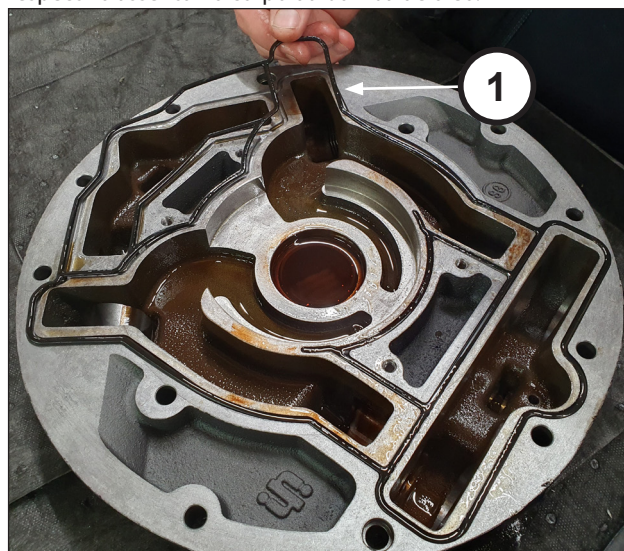

Fig. 92
Insira o vedante O-ring moldado (pos. ①, Fig. 92) no seu respectivo assento no corpo da bomba de óleo.